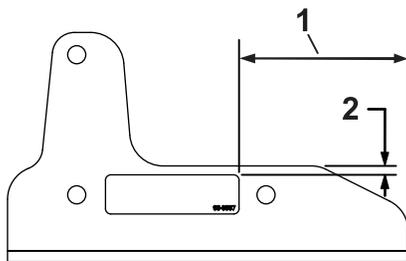

Figura 1
1. Instale la pegatina en el soporte izquierdo, como se muestra en la Figura 1.